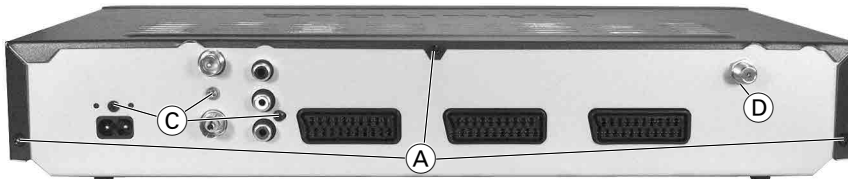
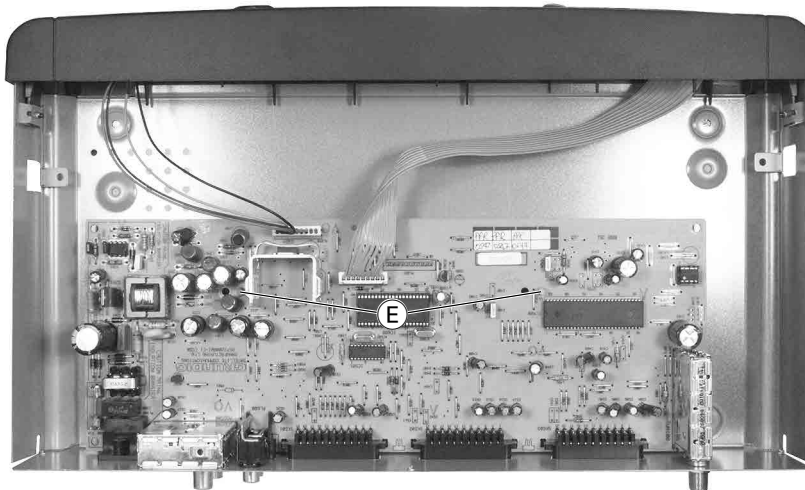

Fig. 1
Fig. 3
- 3 Schrauben (A) herausdrehen (Fig. 1).
- Undo 3 screws (A) (Fig. 1).
- 3 Schrauben (C) an der Rückseite herausdrehen (Fig. 1).
- Befestigungsmutter (D) für die SAT-Tuner entfernen.
- 2 Abstandshalter (E) in der Chassisplatte zusammendrücken (Fig. 3), Druckplatte nach oben ausrasten und Chassisplatte nach vorne herausziehen.
- Undo 3 screws (C) from the rear panel (Fig. 1).
- Remove fastening nut (D) for the SAT Tuners.
- Release 2 expansion clips (E) at the main PCB (Fig. 3), lift the main PCB upwards and forwards.